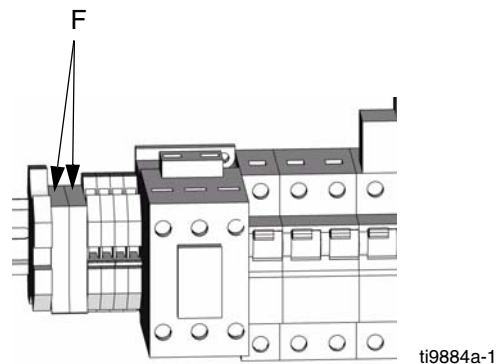

Рис. 7. Предохранители вентилятора
3. Проверьте предохранители (F) слева от блока автоматических выключателей, Рис. 7. Замените перегоревшие предохранители. Если предохранители исправны, перейдите к этапу 4.
4. См. схемы электрических соединений. Отсоедините провода вентилятора от предохранителей (F).